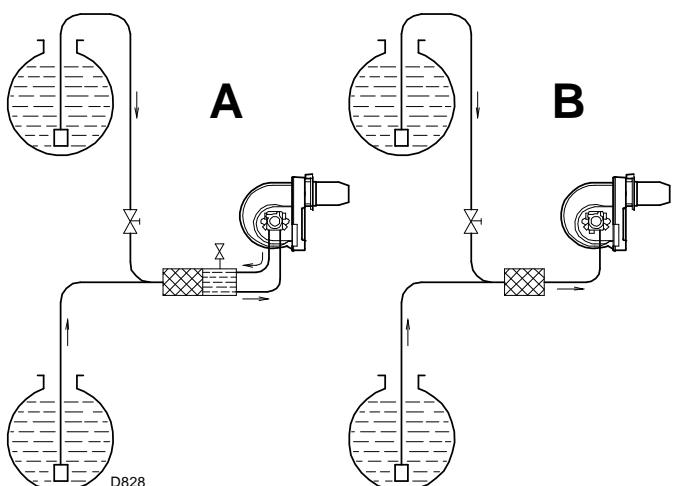

Fig. 16
- By-pass en exterior de la bomba (**A**, Fig. 16) (se debe preferir)
- By-pass interno en la bomba (**B**, Fig. 16)